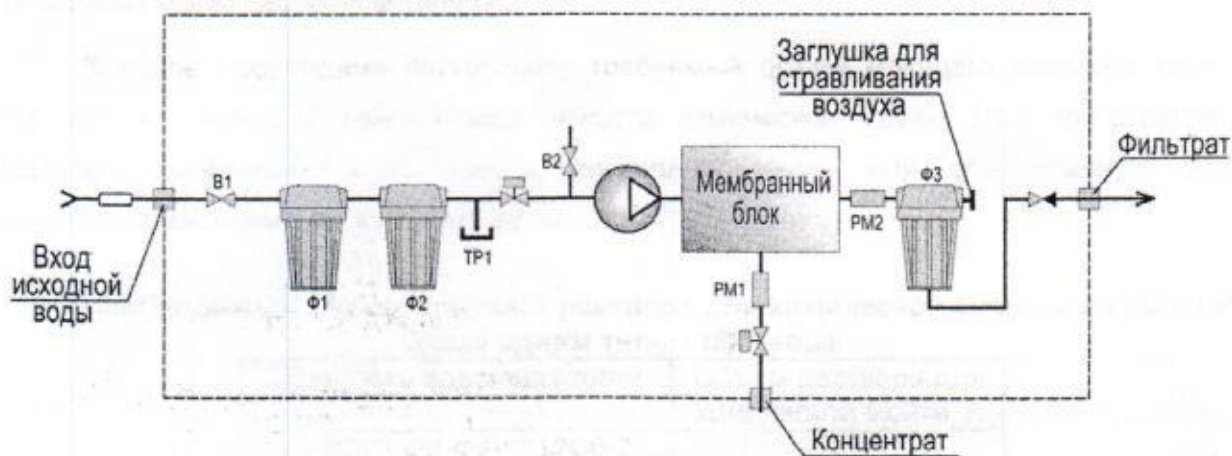

Рис.1
2. Принципиальная технологическая схема NF и RO установки (Рис.1):